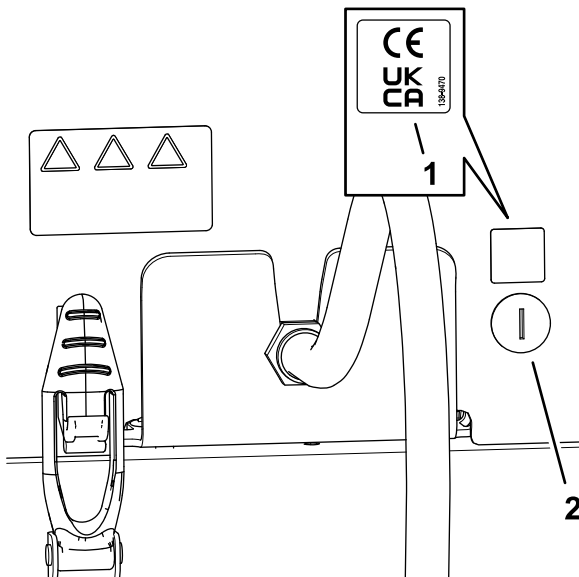

Bild 35
1. Verwenden Sie Reinigungsalkohol und einen sauberen Lappen, um den Bereich der Haube neben dem Haubenriegel zu reinigen, und lassen Sie die Haube trocknen (Bild 35).